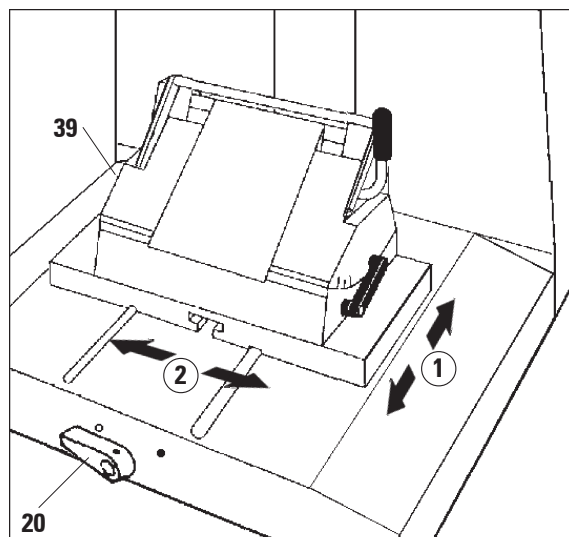

Fig.26
- Per allentare il bloccaggio, girare in senso antiorario la leva di serraggio (20, fig. 26) a destra del basamento del microtomo.
- Per bloccare, girare la leva (20) in senso orario.